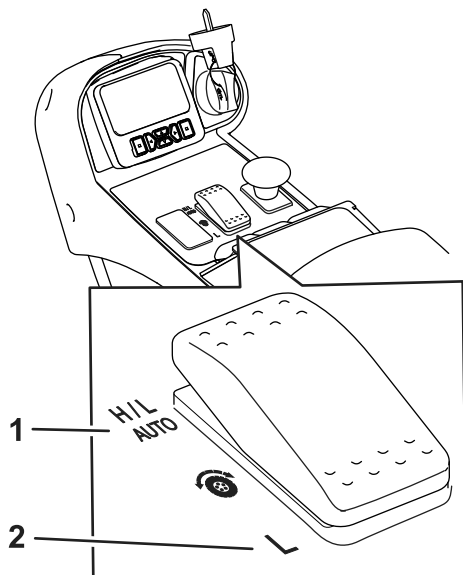

Figura 22
- En condiciones de uso normales, esta máquina está diseñada para funcionar en la posición H/L AUTO del interruptor de gamas de velocidad (Figura 22). Esta posición permite que la máquina cambie automáticamente entre las gamas de velocidad alta y baja, dependiendo de si se utiliza la máquina para segar o para el transporte.
- Cuando se selecciona la posición BAJA del interruptor de gamas de velocidad (Figura 22), la máquina funciona siempre en la gama de velocidad baja. Este ajuste es preferible para desplazamientos dentro de un taller, para cargar o descargar la máquina de un remolque, para subir cuevas empinadas o en cualquier otra situación en la que no se desee utilizar las altas velocidades de tracción de la gama de velocidad alta.
Esta máquina está equipada con 2 gamas de velocidad de tracción: baja y alta. El interruptor de gamas de velocidad le permite seleccionar las posiciones siguientes (Figura 22):